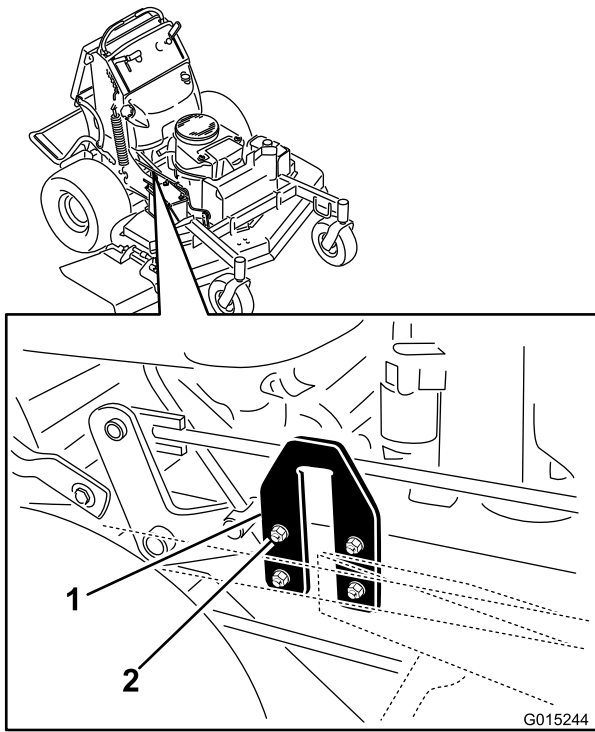

Figura 84
- Localice las chapas con forma de U en el lateral de la carcasa del motor (Figura 84).
- Afloje la chapa en U en un lado y ajústela hacia arriba o hacia abajo hasta que la diferencia entre las medidas **B** y **C** sea de no más de 6 mm, según se muestra en Figura 84.